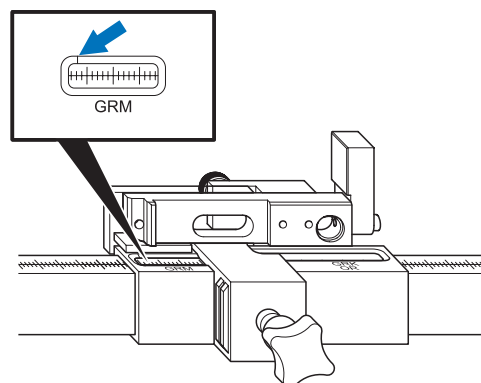

Рис. 2: Установка метки на шкале GRM для засова GM.U
1. На линейке установить метку для рамера FFH для засовов GM.U на шкале GRM. (смотрите рис. 2)